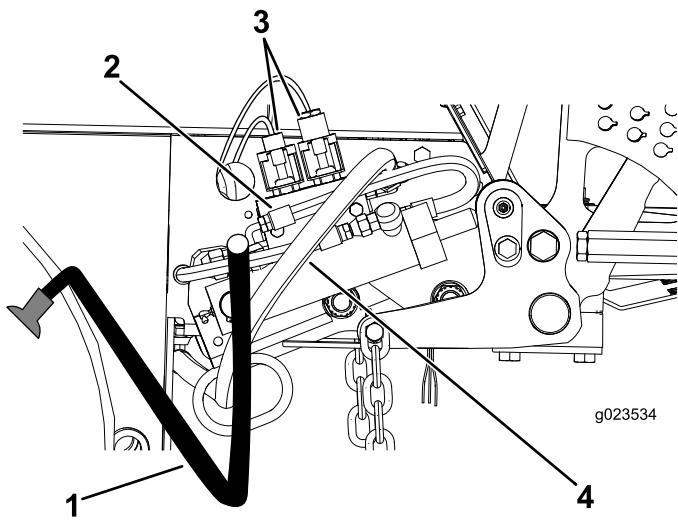

Figure 12
11. Acheminez et branchez les flexibles de pression et du réservoir hydraulique au distributeur (Figure 12).
12. Branchez les fils électriques aux connecteurs électriques (Figure 12).